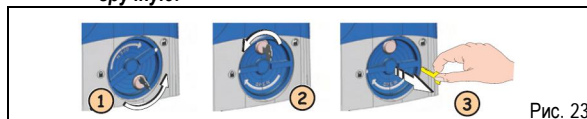

Рис. 23
1. Повернуть рукоятку отпирания механизма на 180° против часовой стрелки, как показано на рис. 23, поз. 1.
2. Ключ отпирания механизма повернуть по часовой стрелке до упора (рис. 23, поз. 2) и вытащить из замочной скважины (рис. 23, поз. 3).